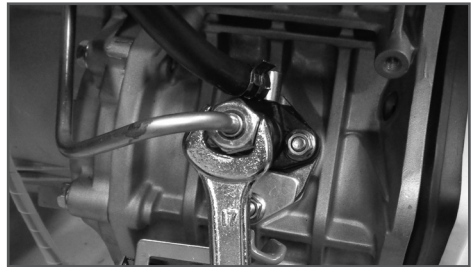

Рис. 12 Удаление воздуха из топливного насоса
6. Рожковым ключом 17 мм открутите гайку крепления топливной трубки высокого давления на 1,5-2 оборота (Рис. 12). Поместите под выходным штуцером топливного насоса высокодавления кусок ветоши.